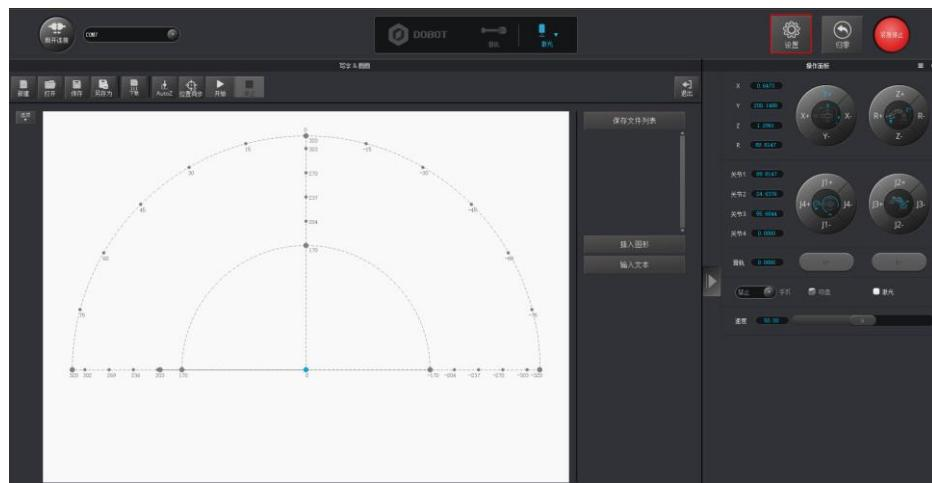

图 5.74 单击设置
1. 在“写字画画”界面 单击“设置”。如图 5.74所示。